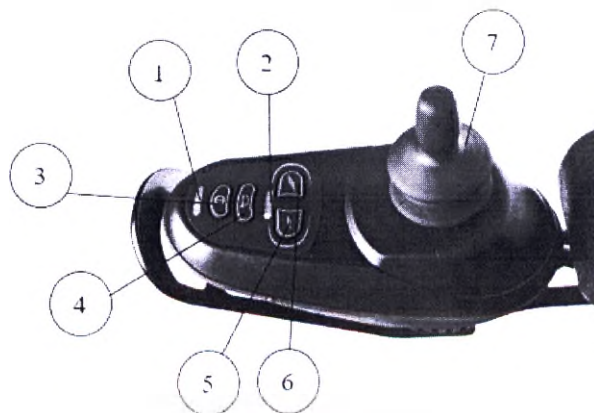

Рис.1.13
6.11 Проверить заряд аккумуляторной батареи, для чего нажать кнопку включения питания на пульте управления (рис.1.13, поз.1) при этом должен загораться индикатор заряда батареи. Электрическая сеть в порядке, если после включения питания индикатор горит, и не в порядке, если индикатор мигает.
6.12 Для подзарядки аккумуляторной батареи необходимо выключить электропитание кресла нажатием кнопки включения питания (рис.1.13, поз.3) на пульте управления (индикатор заряда аккумуляторной батареи должен погаснуть).
На рис. 1.13 показаны элементы управления и индикаторы:
6.15 Осваивать навыки управления движением кресла следует на малой скорости, для чего выбрать самую малую скорость кнопкой регулировки скорости (левая) на пульте управления (рис.1.13, поз.5) (должен гореть один светодиод на индикаторе скорости) и при необходимости, регулировать скорость кнопкой регулировки скорости (правая) (рис.1.13, поз.6).